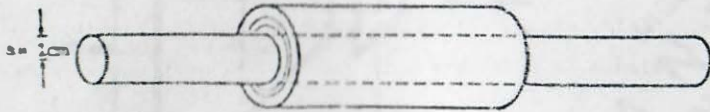

FIGURA P7.1
7.1 Calcule la inductancia propia de un solenoide construido con alambre magneto AWG # 18, de diámetro nominal incluyendo el esmalte de 1.077 mm. El embobinado se realiza con tres capas de alambre de 150 vueltas muy juntas por cada capa, la primera de ellas se embobina sobre un cilindro de plástico  $\mu_p = \mu_0$  de 1 cm de radio, como se muestra en la figura P7.1.